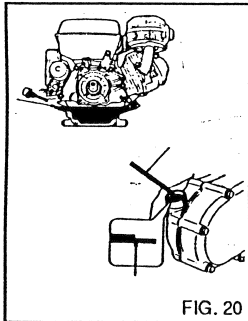

FIG. 20
Periodicamente controlar el nivel de aceite del motor sacando el tapón con el nivel de aceite incorporado (fig.20). Cambiar el aceite después de las primeras 20 horas de funcionamiento y sucesivamente cambiarlo cada 100 horas. Emplear solamente aceite SAE 20W/40. Actuar de la siguiente manera:
- 3) Sacar el tapon con la varilla de nivel de aceite (fig.20).
- 6) Introducir al aceite por el agujero superior y verificar el nivel del aceite con la varilla (fig. 20).